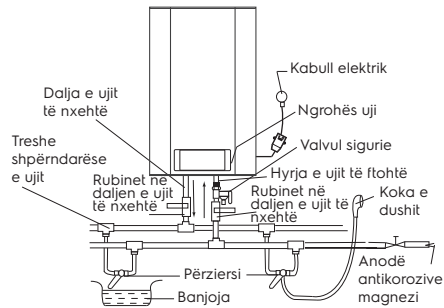

Fig. 7
4. Nëse është e nevojshme të vendosni një sistem të furnizimit me ujë me disa çezma, përdorni metodën e bashkimit (shih Fig. 7).